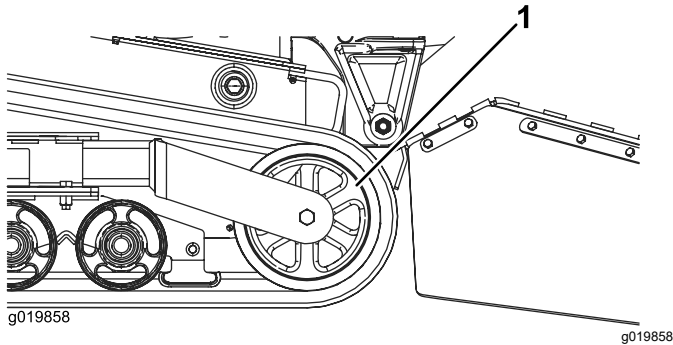

Figura 47
5. Empuje la rueda tensora hacia atrás hasta que haga tope (Figura 47).
7. Una vez retirada la oruga de la rueda tensora, retírela de la máquina (Figura 47).